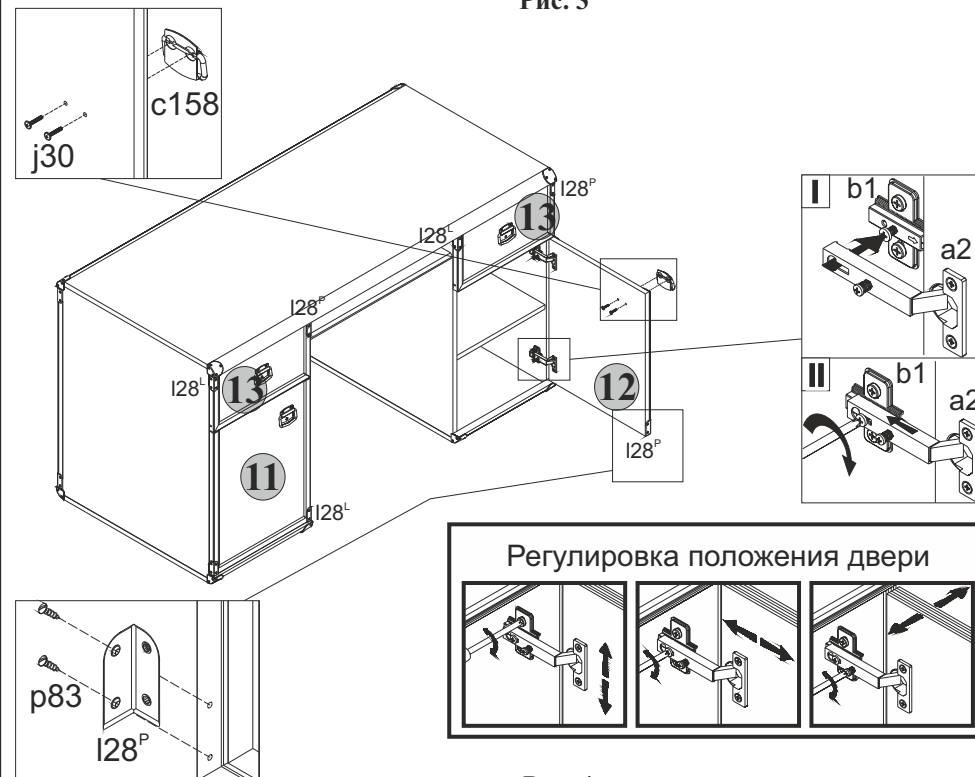

Рис. 4
5.33 Навесить двери на боковые стенки **1** и **2**, совместив петли шарнирные **a2** с направляющими петель **b1** (**см.рис.4**). При необходимости отрегулировать положение дверей, вращая регулировочные винты на петлях и направляющих петель.